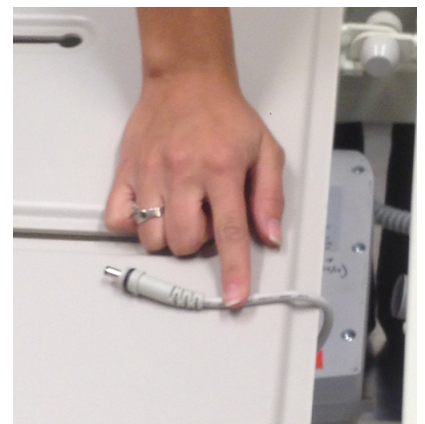

图 5 – 要将电池电缆从控制箱中拔出
5. 使用胶带，将电池线锁固定在担架床框上 ( 图 5 )。